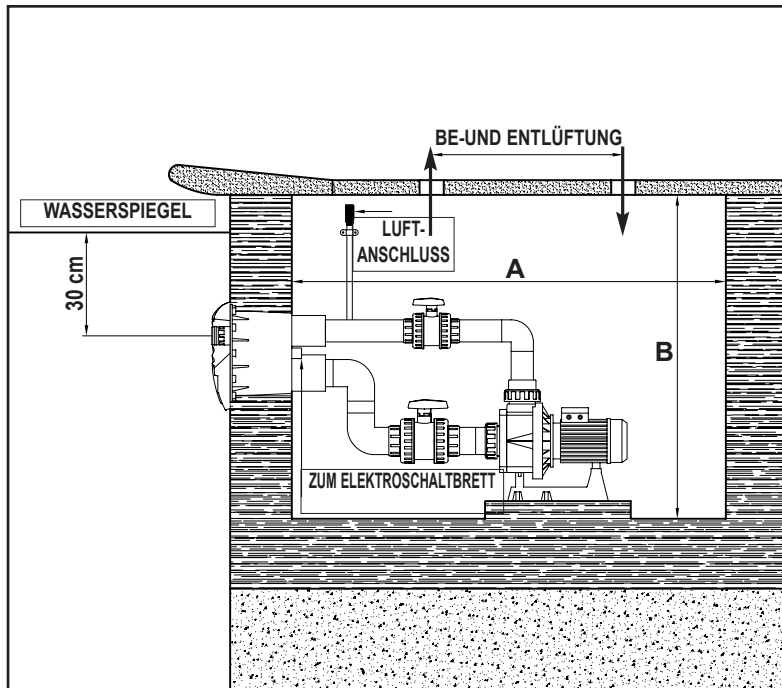

Fig. 8
**10.1** Bevor wir die HIDROJET - Anlage installieren, müssen wir die am Aufstellungsort für die Anordnung zur Verfügung stehenden Abmessungen untersuchen und uns versichern, daß im Augenblick der Montage kein Platzmangel entsteht. Dazu überprüfen wir, ob die MindestmaÙe für das zu installierende Modell geeignet sind, wie es in der beigefügten Tafel und in der Fig.8 angegeben wird.